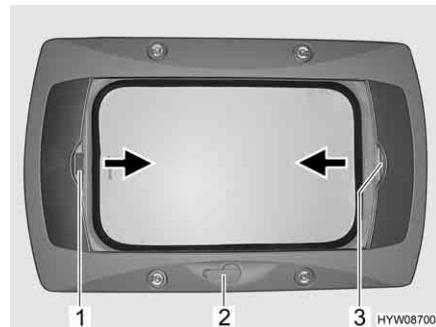

Fig. 76 Oblò a manovella
**Apertura:** ■ Ruotare la manovella (Fig. 76,2) fino a quando non si incontra resistenza.
**Chiusura:** ■ Tirare la tendina oscurante pieghevole per la maniglia (Fig. 76,3) nella direzione della freccia fino alla posizione desiderata e rilasciare. La tendina oscurante pieghevole rimane in questa posizione.
**Chiusura:** ■ Tirare la zanzariera a rullo per la maniglia (Fig. 76,1) nella direzione della freccia verso la maniglia contrapposta della tendina oscurante pieghevole (Fig. 76,3) e farla innestare.
**Apertura:** ■ Tirare la maniglia della zanzariera a rullo (Fig. 76,1) dietro, verso l'alto, e sganciare la zanzariera a rullo dalla tendina oscurante pieghevole (Fig. 76,3).